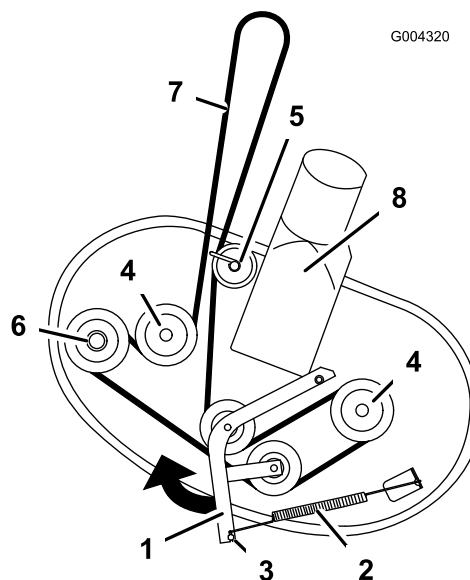

Figura 60
- Afloje el herraje que sujeta la guía de la correa a la polea trasera (Figura 60).
- Tire del brazo tensor en el sentido que muestra Figura 60 y retire la correa de las poleas.
6. Pase la correa nueva alrededor de las poleas del motor y del cortacésped (Figura 60). Instale la correa nueva por debajo de la guía de la correa y alrededor de la polea trasera.
7. Tire de la polea tensora en el sentido que muestra Figura 60 y pase la correa por la polea tensora y las poleas de los ejes (Figura 60).
8. Apriete el herraje que sujeta la guía de la correa a la polea trasera (Figura 60).